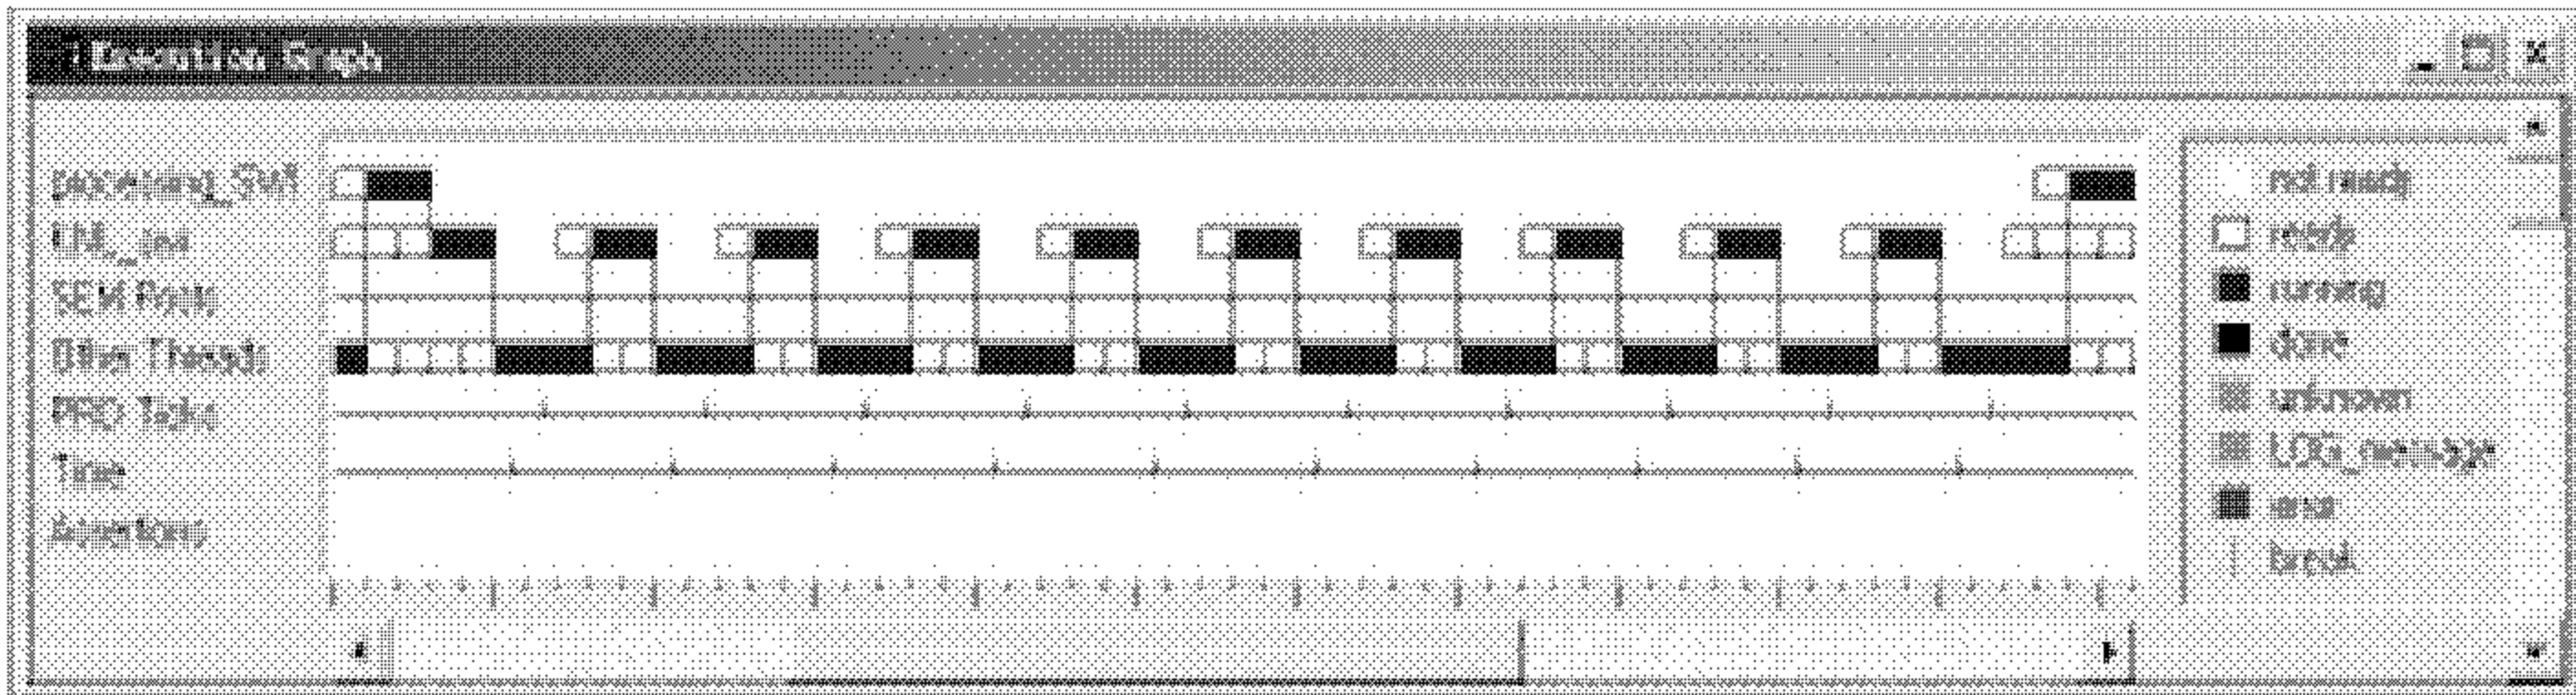

图 3.42 Execution Graph 显示的各线程执行时序(processingLoad 值为 1)
(12) 点击 DSP/BIOS 工具栏中的 Open Execution Graph 图标，打开 Execution Graph 窗口，此窗口显示目标程序中各线程的执行时序，如图 3.42 所示。
观察图 3.42 可看到，Time 轴上的短竖线表示 CLK 对象的运行情况，两次 processing_SWI 对象的运行时间间隔中有 10 个短竖线，这表明 dataIO_CLK 对象每运行 10 次，processing_SWI 对象运行 1 次，根据前面的分析可知这正是所期望的，即目标程序中不存在与时间有关的问题。